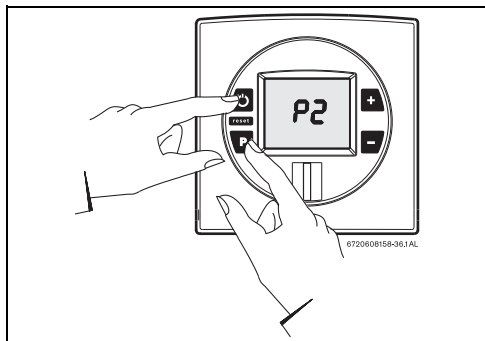

Рис. 51
- ▶ Удерживая нажатой кнопку программы (P), нажмите кнопку «Вкл./выкл.» для включения водонагревателя (см. Рис. 51 ).